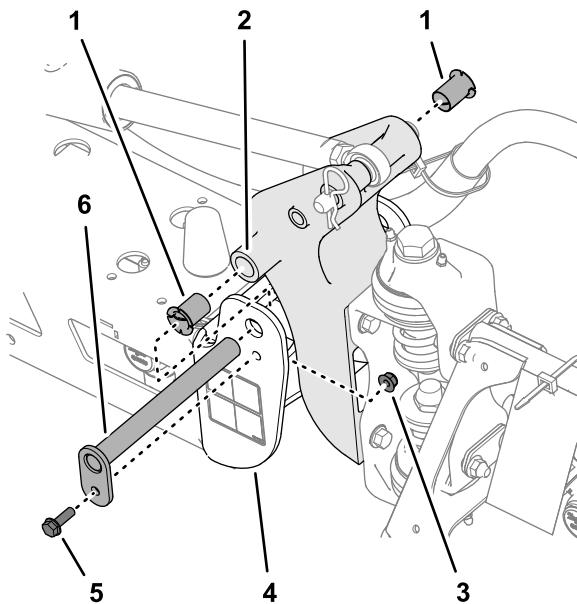

Figura 108
3. Retire o parafuso e porca que prende o pino de articulação e retire o pino (Figura 108).
5. Retire e inspecione os casquinhos de nylon dos lados dianteiro e traseiro do suporte da articulação (Figura 108).
6. Lubrifique os casquinhos de nylon com uma leve camada de óleo e instale-os no suporte da articulação (Figura 108).
7. Alinhe dos furos no suporte da articulação com os furos do canal final (Figura 108).